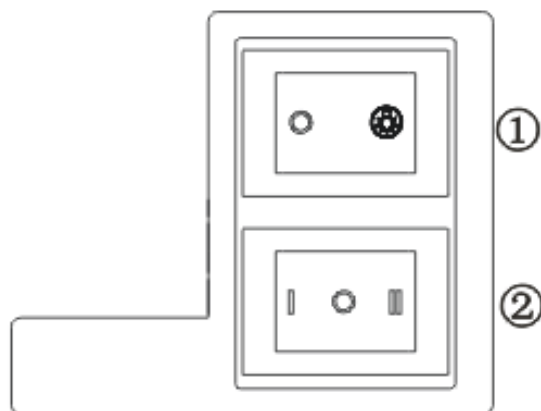

Рис. 4
4.2 Клавиша ① (рис. 4) “”: включение и выключение света.
4.3 Клавиша ② (рис.4) “I”, ”II”: включение первой и второй скорости мотора вытяжки. В положении клавиши “0” мотор выключится.